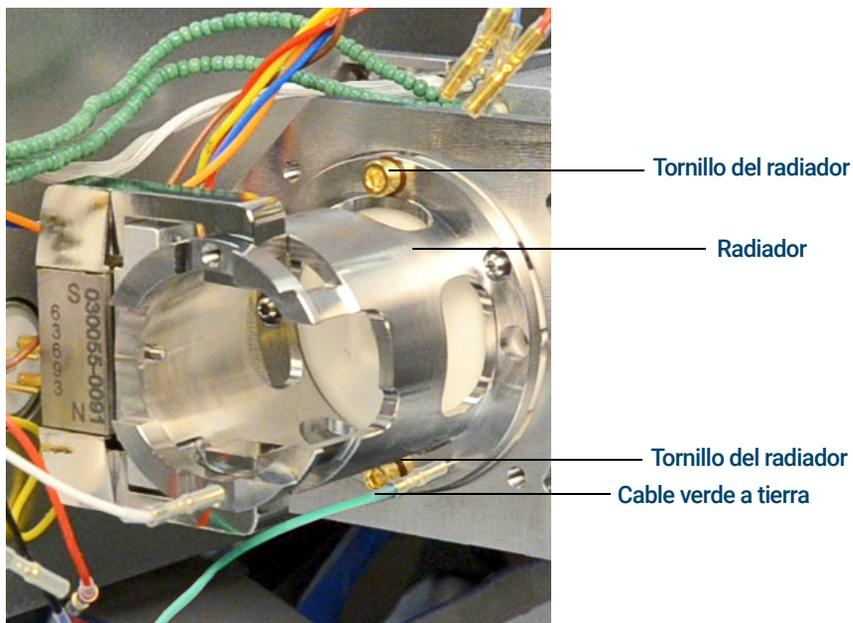

Figura 86. Radiador de la fuente CI/EI XTR
- 2 Desconecte el cable verde a tierra del radiador. (Consulte la **Figura 86**).